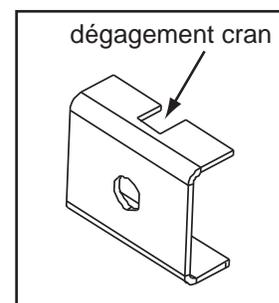

Figure 32.3
9. Chaque clip a une encoche dégagement pour laisser place à la distribution sur l'insert. Placez le clip afin de l'encoche est confronté à des bords extérieurs de l'entoure. Figure 32.3.